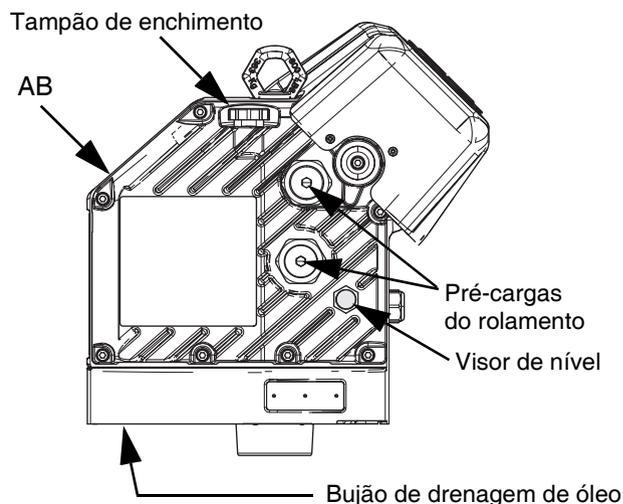

FIG. 32: Visor de nível e tampão de enchimento de óleo
3. Retire o bujão de drenagem de óleo. Consulte a FIG. 32 quanto à localização do bujão de drenagem. Deixe todo o óleo drenar do motor (AB).
Consulte a FIG. 32 abaixo. Verifique regularmente o nível do óleo através do visor de nível. O nível do óleo deve situar-se perto do ponto intermédio do vidro de observação quando o motor (AB) não estiver a funcionar. Se o nível do óleo for baixo, abra o tampão de enchimento e ateste com óleo para engrenagens sintético sem silicone Graco Ref.^a 16W645 ISO 220.